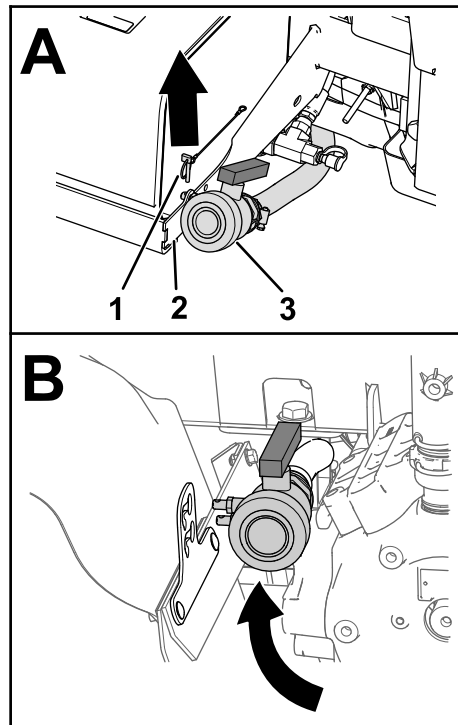

图13
1. 卸下将排水阀固定到药缸支架上的保险销 图13。
2. 将排水阀移到左后挡泥板与打药车泵之间 图13。